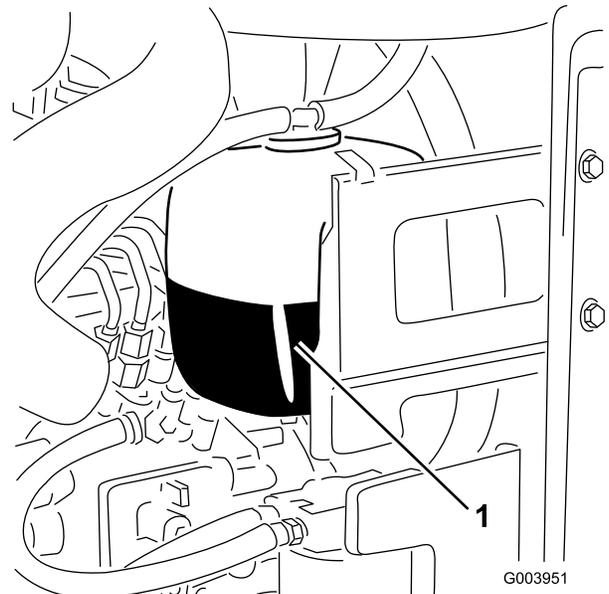

Рисунок 59
1. Проверьте уровень охлаждающей жидкости в расширительном бачке (Рисунок 59).